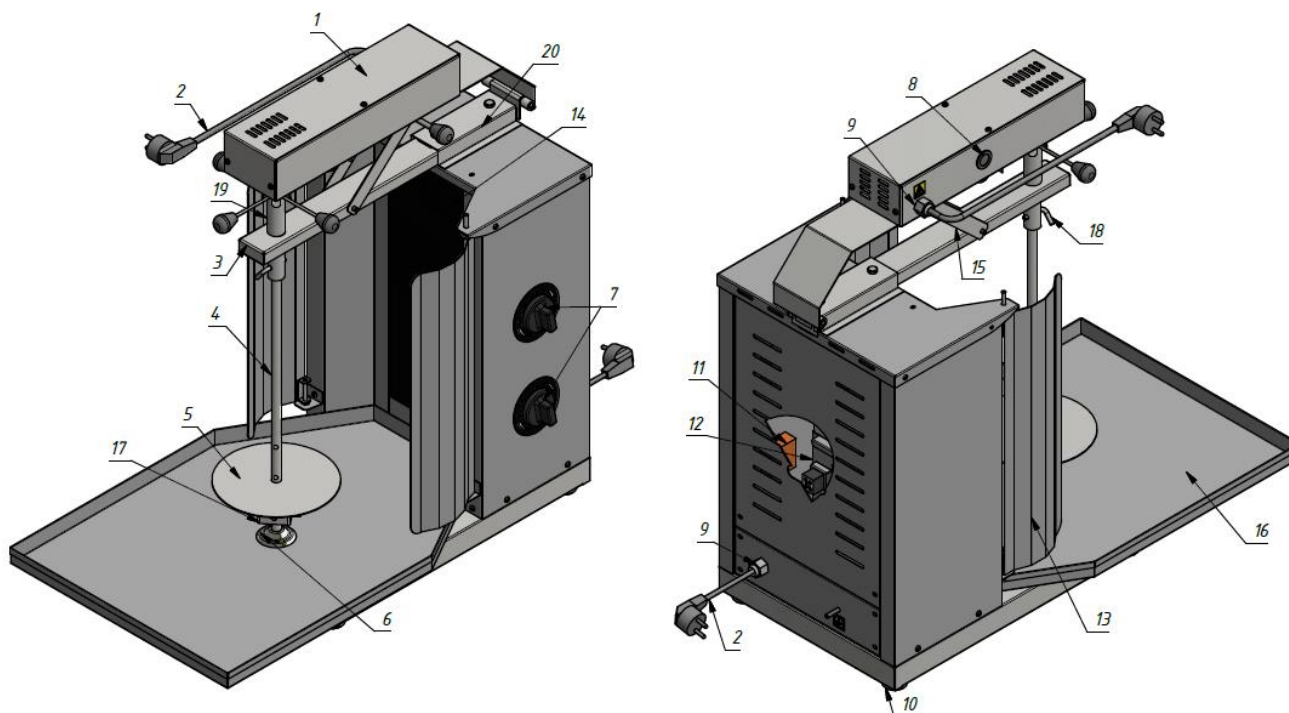

Рисунок 2 – Устройство шавермы электрической Ф2ШМС/1
6.3. Скорость приготовления мяса может регулироваться изменением расстояния между «мясным цилиндром» и нагревательными элементами посредством перемещения шампура (рис. 2, поз. 4) совместно с чашкой (рис. 2, поз.6) и приводом (рис. 2, поз. 1) с помощью движения консоли (рис. 2, поз. 3).
7.4. Изделие установить на устойчивом, горизонтальном основании на расстоянии не менее 500мм от легко воспламеняющихся предметов. Проверить горизонтальность уровнем. Выравнивание поверхности изделия производится регулировкой высоты ножек (рис. 2, поз. 10).
8.1. Готовое для жарки мясное филе нанизывают на шампур круглый (рис.2, поз.4), на котором предварительно установлен зажим-подставка (рис.2, поз.17), закрепленная фиксатором. Нанизывать мясные пластины необходимо таким образом, чтобы получить по возможности цилиндрическую форму.
8.2. Шампур с «мясным цилиндром» устанавливают вертикально на чашку (рис.2, поз.6) и крепят фиксатором (рис.2, поз.18) к ручке (рис.2, поз.19).
8.3. С помощью консоли (рис. 2, поз. 3) устанавливается необходимое расстояние между «мясным цилиндром» и стеклом (рис. 2, поз. 14). Для этого необходимо передвигать консоль совместно с шампуром, приводом и чашкой вдоль направления держателя консоли (рис. 2, поз. 20).
8.5. Вращение шампура производится с помощью кнопки включения (рис. 2, поз. 8).
8.6. Регулировка мощности нагрева производится ручками регулировочными (рис. 2, поз. 7) и имеет следующие режимы:
8.7. По мере прожаривания слои мяса срезают остро заточенным ножом. Срезанные куски мяса падают на поддон-жироборник (рис. 2, поз. 16), извлекаются оттуда и используются для приготовления блюда.
8.8. После завершения работы установить ручки регулятора мощности (рис. 2, поз. 7) в положение «0».